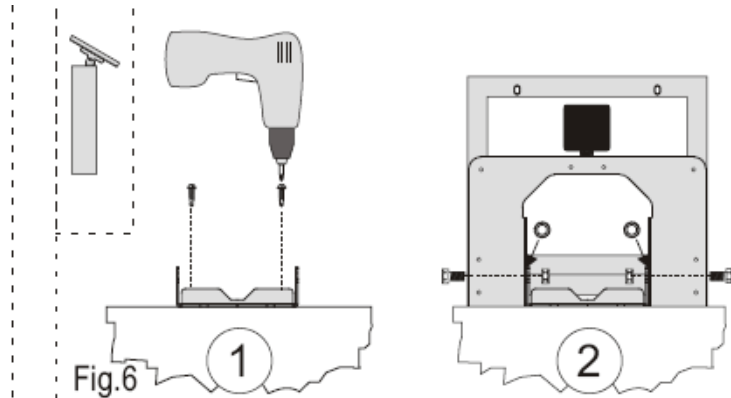

Fig.6
Ha a falra vagy lapos felületre szereli (Fig. 6), először erősítse fel a rövid konzolokat (1) a felületre, majd akassza rá a fő konzolt a panelekkel (2).